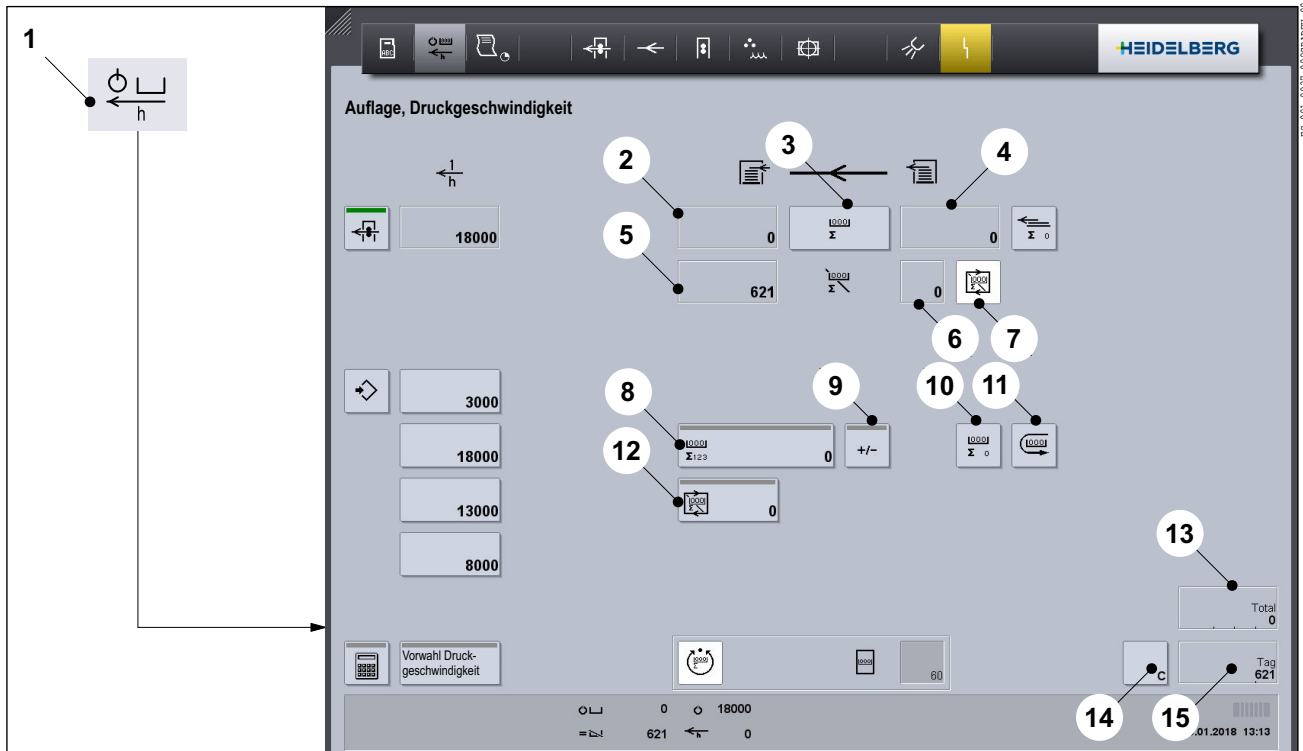

Abb. 1 Menü Auflage, Druckgeschwindigkeit
1. Drücken Sie in der Kopfzeile die Taste *Auflage, Druckgeschwindigkeit* (Abb. 1/1). Das Menü **Auflage, Druckgeschwindigkeit** erscheint.
- **Auflagenzähler** (Abb. 1/2)
- **Taste Auflagenzähler** (Abb. 1/3)
- **Restauflagezähler** (Abb. 1/4)
- **Makulaturzähler** (Abb. 1/5)
- **Taste Restauflage Einrichtintervall** (Abb. 1/6)
- **Taste Einrichtintervall Ein/Aus** (Abb. 1/7)
- **Taste Sollauflage** (Abb. 1/8)
- Taste +/- (Abb. 1/9)
- Taste *Auflagenzähler Null* (Abb. 1/10)
Setzt den Auflagenzähler (Abb. 1/2) auf 0 zurück.
- Taste *Sollauflage wiederholen* (Abb. 1/11)
- Taste *Einrichtungsintervall eingeben* (Abb. 1/12)
- Gesamtbogenzähler (Abb. 1/13)
- Taste *Tagesbogenzähler Null* (Abb. 1/14)
Setzt den Tagesbogenzähler (Abb. 1/15) auf 0 zurück.
- Tagesbogenzähler (Abb. 1/15)